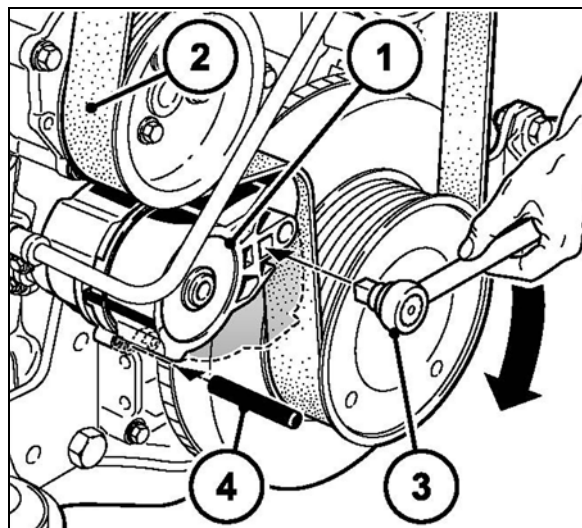

Рис. 165
1. Надавите на натяжной ролик (Рис. 165/1) при помощи торцового ключа (Рис. 165/3) в направлении стрелки так, чтобы установочный штифт  $\varnothing 6$  мм (Рис. 165/4) зафиксировался в монтажном отверстии.
Поликлиновой ремень (Рис. 165/2) теперь не натянут.
2. Сначала снимите поликлиновой ремень (Рис. 165/2) с самого маленького ролика и с натяжного ролика.
4. Наденьте новый поликлиновой ремень (Рис. 165/2).
6. Натяните поликлиновой ремень при помощи натяжного ролика и торцового ключа (Рис. 165/3). Проверьте, правильно ли располагается поликлиновой ремень в своей направляющей.